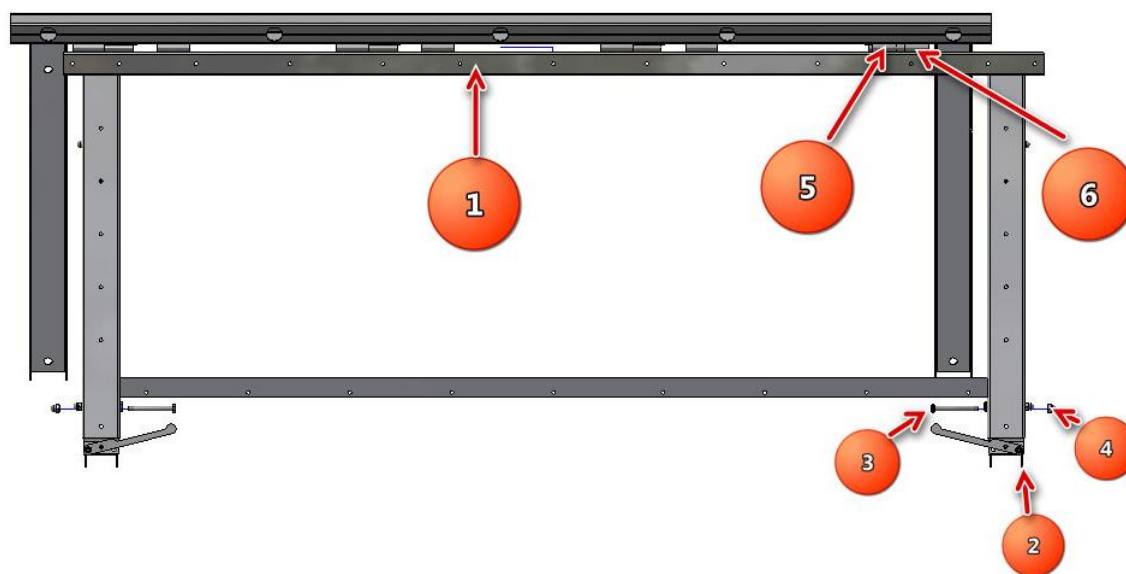

Рис.4
9. Возьмите поворотную раму поз.1 и установите ее на петли настенной рамы. рис.4
11. Аккуратно приподнимите поворотную раму и установите ее в горизонтальное положение затем наденьте правую полупетлю поз.5 на полу-петлю настенной рамы, а затем закрепите ее раме при помощи трех болтов М5х12 поз.6 рис.4 Перед затяжкой прижмите петлю поз.5 к ее ответной части для того что бы уменьшить осевые зазоры.